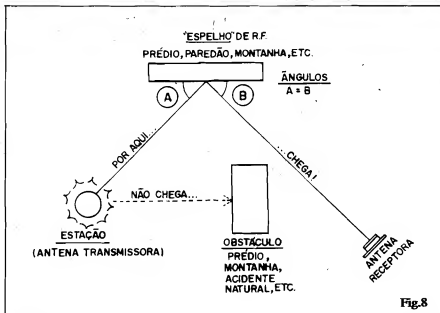

Fig.8
- FIG. 8 - As características de grande "direcionalidade" das emissões em UHF determinam que haja uma "linha de visada" direta, entre a posição ocupada pela antena da estação e a sua antena de recepção... É sempre importante lembrar que o "feixe" de transmissão em UHF comporta-se com um "foco de luz" (como o emissor por uma lanterna de mão - por exemplo), e assim qualquer obstáculo sólido (edifício, montanha, formação natural, etc.) bloqueará a passagem da "onda", dificultando muito a recepção. Existe porém um "truque" muito utilizado pelos instaladores profissionais de antenas: assim como um feixe luminoso, a "onda" de UHF também pode ser "vista" por reflexão (se Você usar um espelho, poderá ver a luz emitida por uma lanterna colocada atrás de um obstáculo opaco, não é...?). Prédios, grandes paredes, montanhas, etc., podem, perfeitamente, ser usados como verdadeiros "espelhos de RF" (fig. 8) proporcio-
Se corretamente construída, orientada e instalada, nossa antena deve proporcionar um alcance útil de até 40 quilômetros (instalação externa e alta), ou de até 25 a 30 quilômetros (em instalação interna, no sótão, por exemplo...). Nos testes realizados em São Paulo - Capital, os sinais chegaram com excelente intensidade, numa antena instalada internamente (não no sótão, mas em simples pedestal, cerca de 1 metro acima do próprio aparelho de TV!), provenientes de uma estação situada a cerca de 17 quilômetros do ponto de recepção (e sob condições topográficas desfavoráveis, que obrigou o uso da "trucaagem" sugerida na fig. 8...). Em ou-